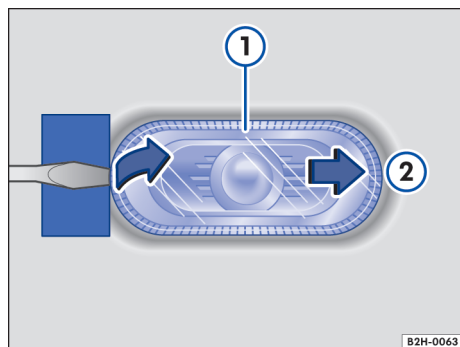

Fig. 162 En el lateral del vehículo: desmontar el intermitente lateral.
- Introduzca la hoja plana del destornillador de las herramientas de a bordo en el lado del intermitente lateral que mira en el sentido de la marcha → ①. Desplace el intermitente lateral → fig. 162 ① hacia atrás en contra de la fuerza del muelle → fig. 162 ②.